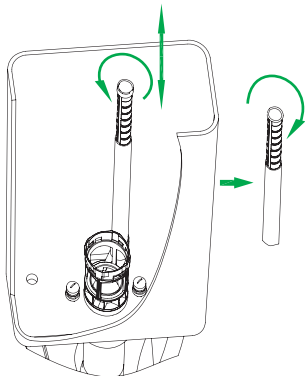

Рис. 6 / 6-сур.
- Отрегулируйте высоту трубки перелива, потянув ее вверх (рис. 6). Обратите внимание, что уровень трубки перелива должен быть на 2–3 см выше верхнего края поплавка впускного клапана.